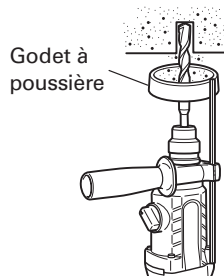
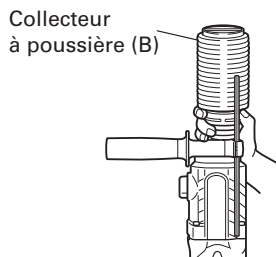

Fig. 4
Fig. 5
7. Lors de l'installation de la capuchon à poussière ou du collecteur à poussière (B) (accessoires en option) (Fig. 4, Fig. 5)
Utiliser la capuchone à poussière en la fixant au foret comme montré dans la Fig. 4.
- Pose du collecteur à poussière (B)
Lors de l'utilisation du collecteur à poussière (B), l'insérer par le bout du foret en l'alignant avec la rainure sur la poignée. (Fig. 5)